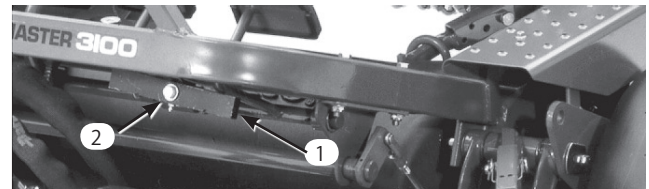

図47
1. 昇降ピボット裏のナットをゆるめる (図47)。
2. 偏芯ネジ (図47) を回してピボット・スプリングを上下させて調整する。